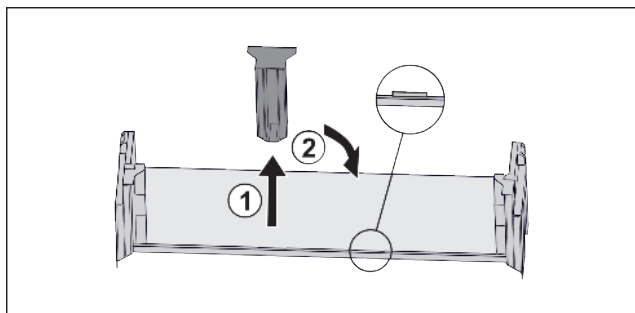

Fig. 16
- ▶ Снимите среднюю поддерживающую деталь Fig. 16 (1).
- ▶ Вставьте среднюю поддерживающую деталь во вторую позицию Fig. 16 (2).